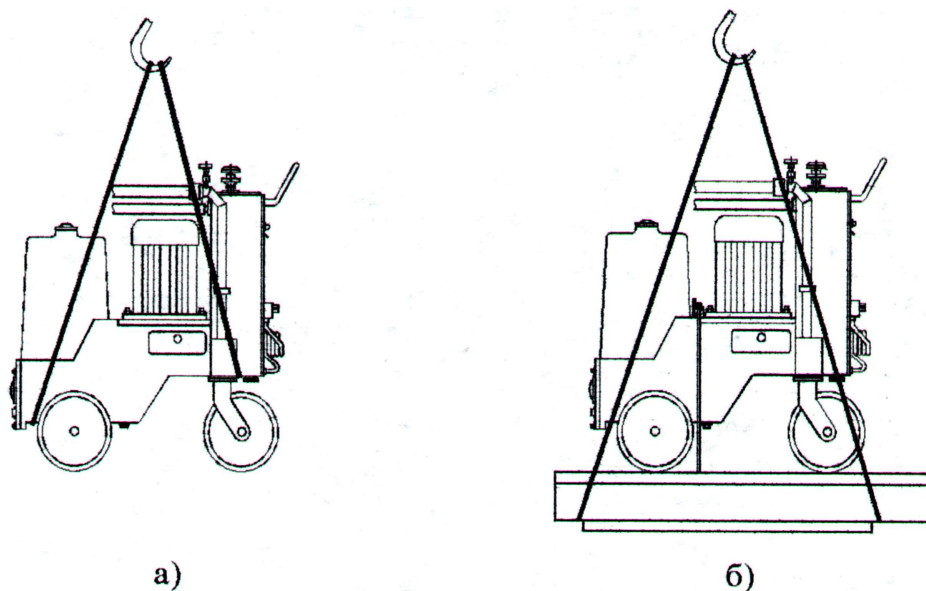

Рис. 14.1.
14.3. Транспортирование распакованного стенда подъемно-транспортными средствами производится по схеме, указанной на рис. 14.1а, а закрепленного на поддоне - по схеме, указанной на рис. 14.1б.